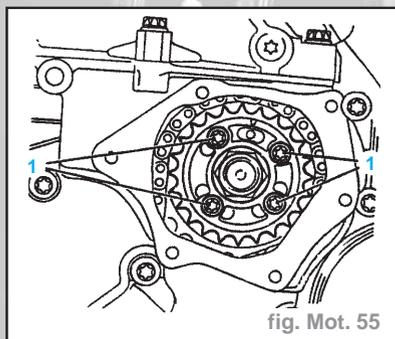

fig. Mot. 55
- Déposer les vis de fixation (1) et enlever le pignon de la pompe à injection simplex (fig. Mot. 55).